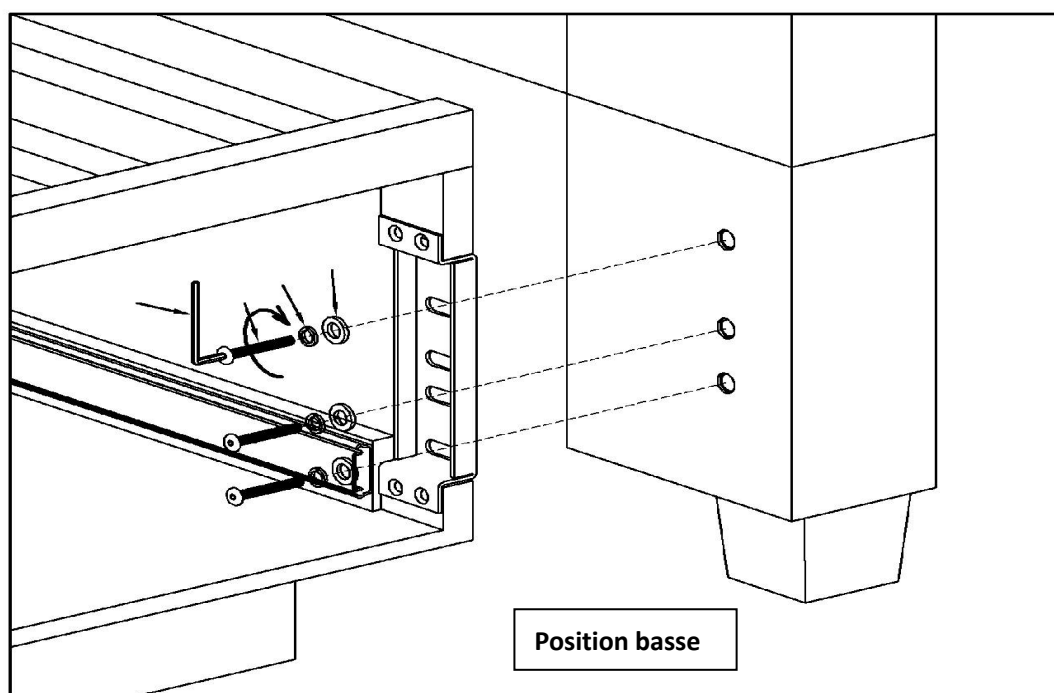

Fig. 5
- Les têtes de lit Raleigh, York et Georgetown utilisent le support avec fentes dans la position basse (comme livrées à leur sortie d'usine). La distance entre le sol et le trou inférieur est d'environ 5-1/2 pouces. Voir Fig. 5. Lors de l'installation d'une tête de lit dans la position basse, passer directement à l'étape 11. Voir **Fig. 5**.